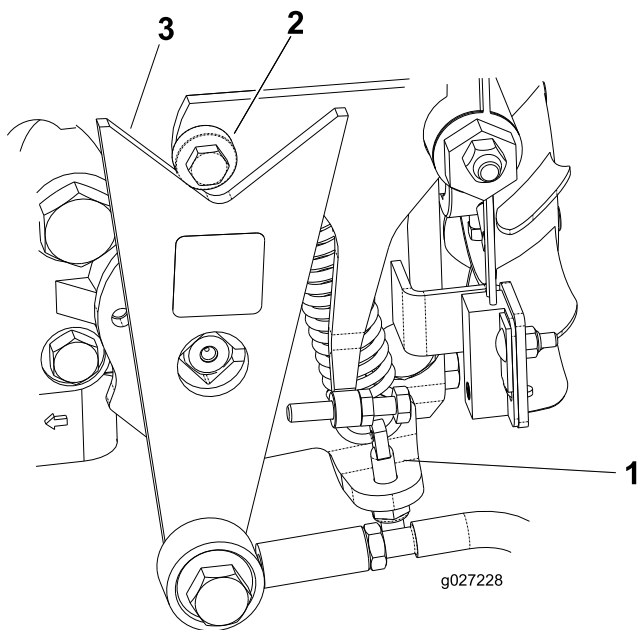

Figura 44
- Se as rodas rodarem na direção certa, desligue o motor e ajuste a mola ajustando o bloqueio do pino (Figura 44). Ajuste a posição neutra da tração; consulte Ajuste da posição neutra da transmissão de tração (página 31).